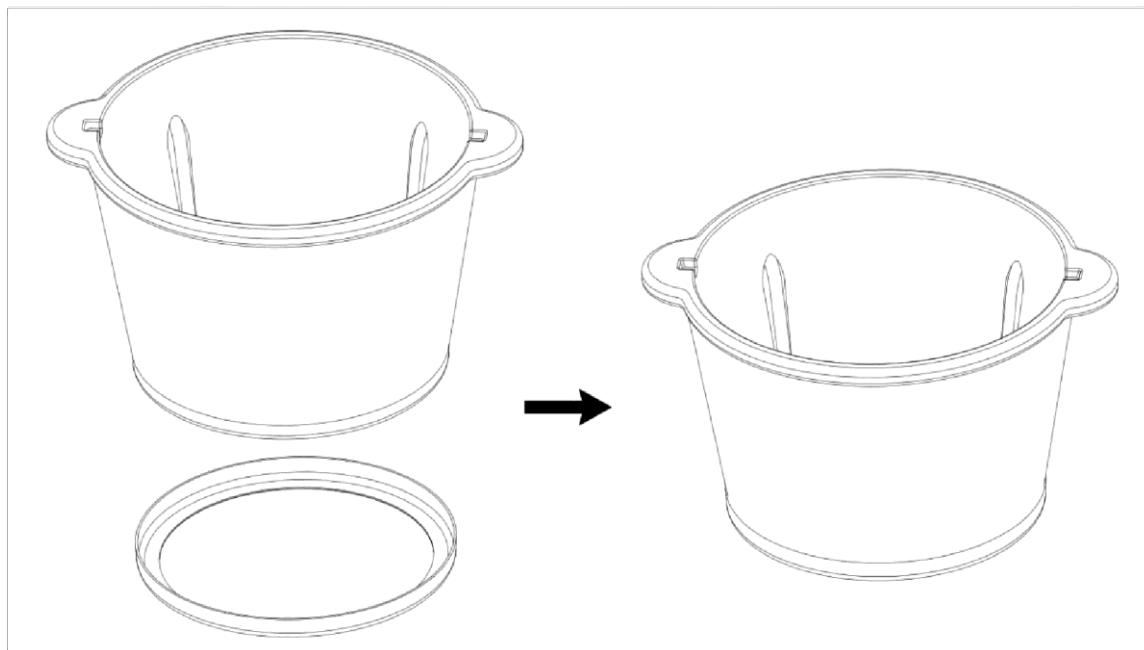
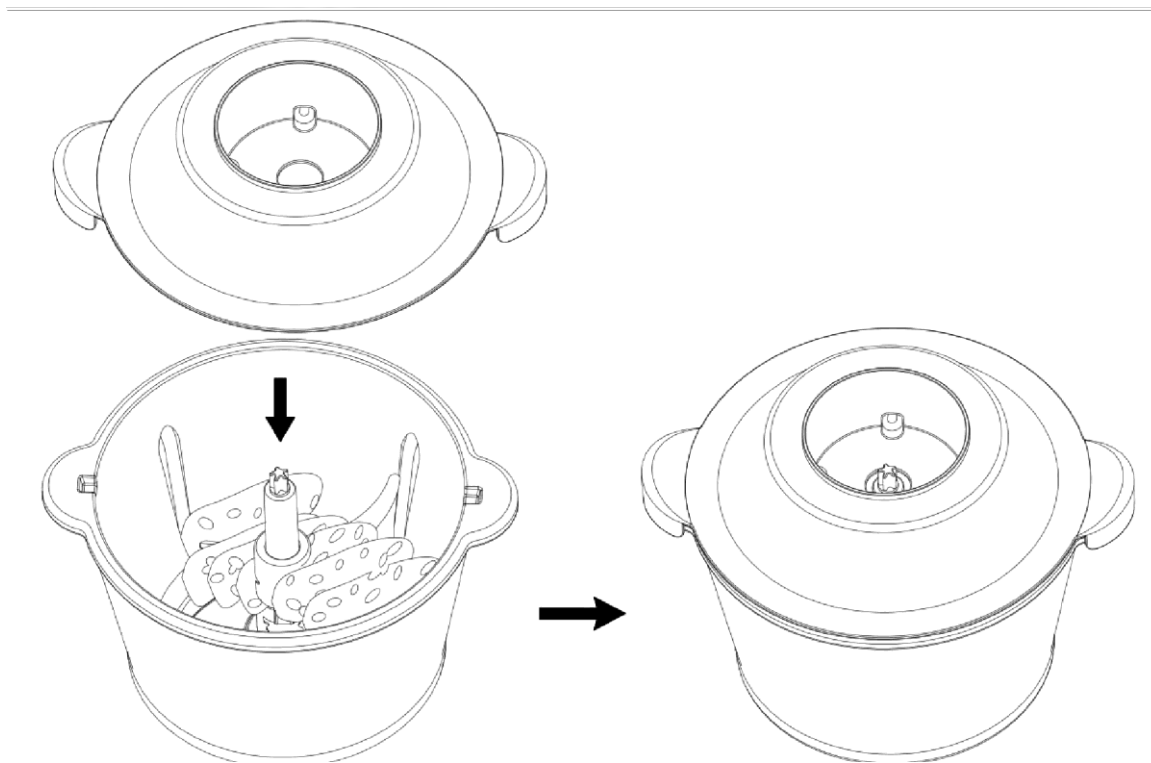

Рис. 1
Рис. 3
- a) Установите чашу чоппера на противоскользящую подставку. (Рис. 1)
с) После размещения продуктов установите на чашу крышку, как показано на Рис. 3.
Порядок сборки: Установите боковое лезвие на основное лезвие (Рис. 1 и 2), и поверните боковое лезвие против часовой стрелки (Рис. 3), затем снимите защитник лезвия.